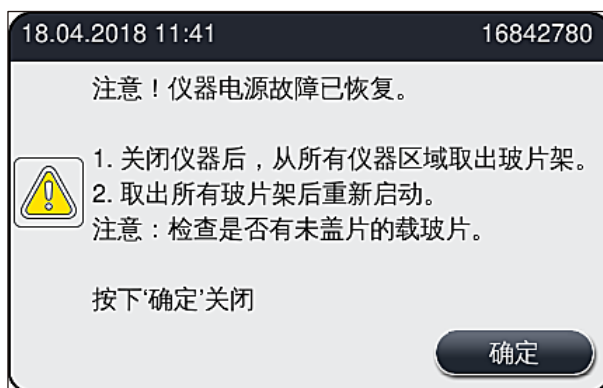

图 108
- 电源恢复后, 仪器自动执行重启。屏幕上通过一条信息消息通知用户发生了电源故障 (→ 图 108), 该事件将被输入到事件日志中。
① 电源恢复后, 仪器自动重新启动。警告信号音响起, 警告消息出现在显示屏上 (→ 图 108)。
随后遵循信息消息中的说明 (→ 图 108), 并从仪器中取出载玻片。